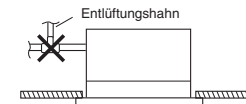

Abb. 3-26
- Keinen Entlüftungshahn anbringen, da dies zu einem Herauspritzen von Wasser aus der Ablaufleitungsöffnung führen kann. (Abb. 3-26)